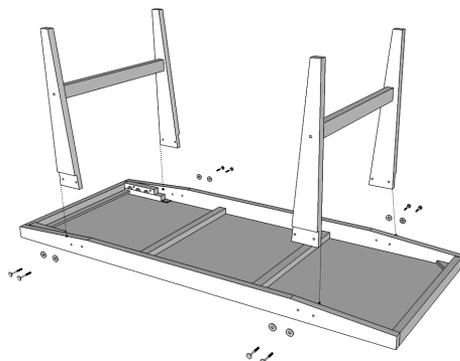

Fig.9
3. Una vez abierto el embalaje de pluriball, desenroscar las tuercas que retienen los tarugos y las arandelas. Invertir la cama e introducir las patas en los alojamientos siguiendo la numeración indicada. Colocar los tarugos como en la Fig.9 y asegurarse de apretar bien las tuercas.